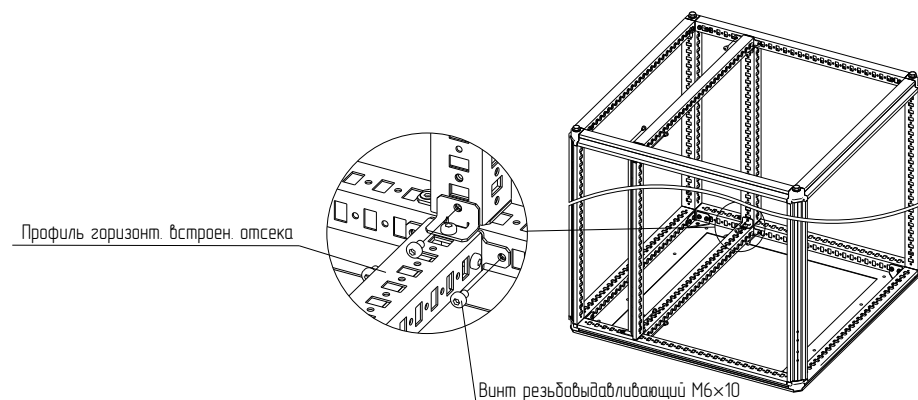

Рисунок 94
4.32.4 Закрепить на крыше и основании профиль горизонтальный встроенного отсека винтами M6x10 (рисунок 94). Момент затяжки – 7 Н·м. Профили горизонтальные встроенного отсека должны быть параллельны друг другу.